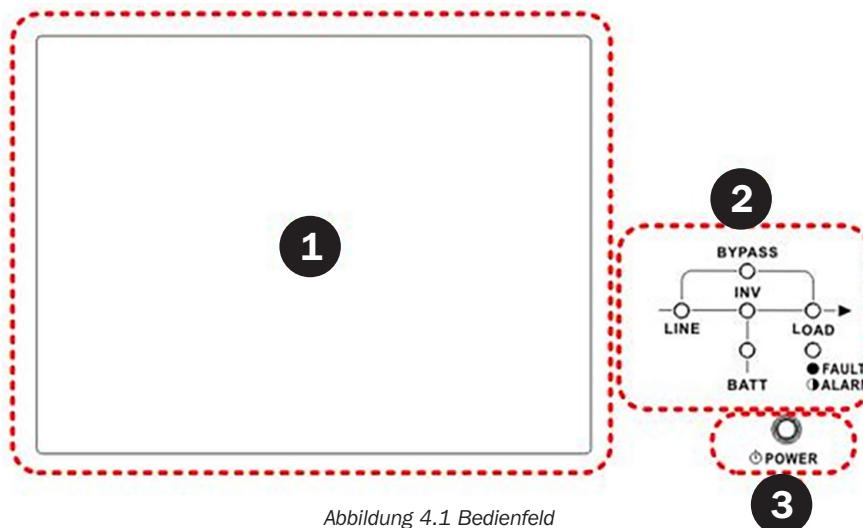

Abbildung 4.1 Bedienfeld
Das Bedienfeld und der Display-Bildschirm befinden sich auf der USV-Vorderplatte. Diese Schnittstelle überwacht alle gemessenen Parameter, den USV-Status. Batteriestatus und Alarme. Die Kontrollschnittstelle ist in vier Abschnitte unterteilt: (1) LCD-Panel, (2) LED-Anzeigen, (3) Haupttaste und (4) Hörbarer Alarm. Siehe Abbildung 4.1.